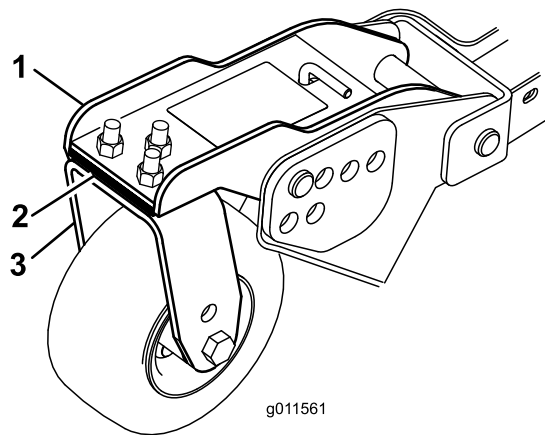

Figure 31
Tournez la lame sur chaque axe dans le sens longitudinal. Mesurez et notez la distance entre le sol et la pointe avant du tranchant. Ajoutez ou retirez des cales de 3 mm sur le(s) bras des roues pivotantes avant pour que la hauteur de coupe corresponde à celle qui est indiquée sur l'autocollant (Figure 31). Pour l'axe de la lame extérieure seulement, voir Réglage de l'inclinaison du plateau de coupe \(page 74\).
3. Si le bord intérieur du plateau de coupe latéral est trop élevé par rapport au bord extérieur du plateau de coupe avant, retirez une cale de 3 mm au bas du bras pivotant intérieur avant du plateau latéral (Figure 31). Vérifiez à nouveau la distance entre les bords extérieurs des deux plateaux de coupe latéraux et la distance entre le bord intérieur du plateau de coupe latéral et le bord extérieur du plateau de coupe avant.